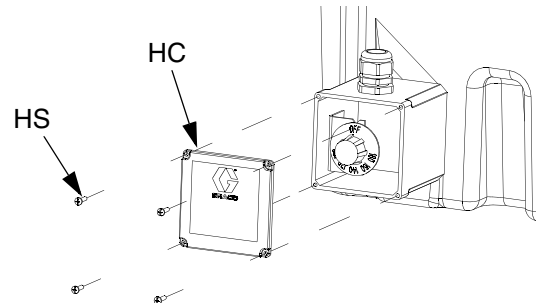

ABB. 13: Abdeckung der Tauchheizung
9. Abdeckung (HC) der Tauchheizung mit Schrauben (HS) installieren. Siehe ABB. 13.
10. Tür des Anschlusskastens öffnen und Stopfen für entsprechenden Heizungsdraht entfernen. Kabelverschraubung der Buchse (302) installieren. Netzkabel (303) durch Kabelverschraubung verlegen.